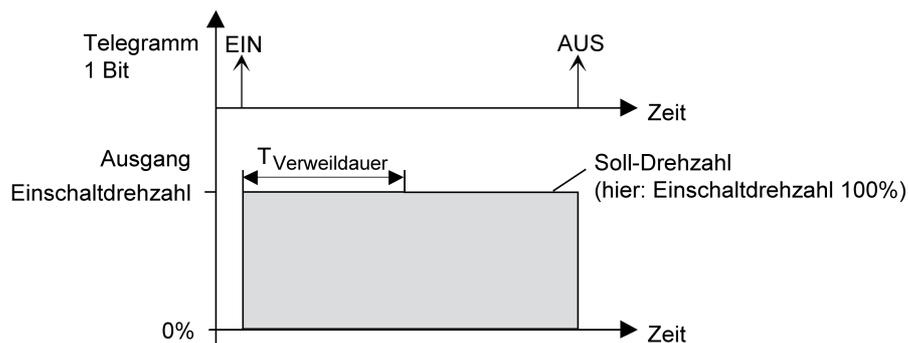
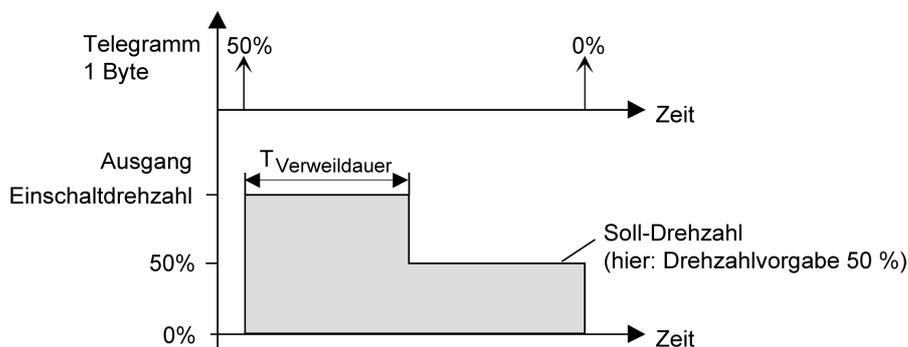

Bild 41: Einschalt-drehzahl und Soll-Drehzahl bei Schaltbefehlen
Bild 42: Einschalt-drehzahl und Soll-Drehzahl bei Wertbefehlen
- i** Soll-Drehzahl: Die Soll-Drehzahl ergibt sich direkt aus Schaltbefehlen durch Schalt-Telegramme oder durch die Handbedienung. Die Soll-Drehzahl ist dann die Einschalt-drehzahl (Bild 41). Alternativ wird die Soll-Drehzahl unmittelbar durch Telegramme auf das Drehzahlobjekt oder durch Drehzahlvorgaben der Szenenfunktion oder Sperr- und Zwangsstellungsfunktionen festgelegt (Bild 42).